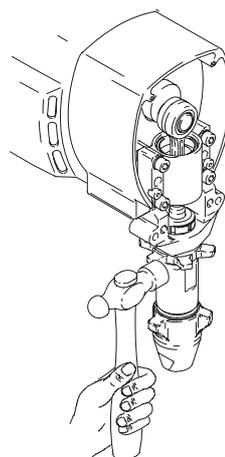

Fig. 26
- Fig. 26. Enrosque a fondo la contratuerca en la bomba. Enrosque la bomba en el alojamiento del cojinete hasta que haga tope con la contratuerca. Haga retroceder la bomba y la contratuerca para alinear la salida de la bomba con la parte posterior. Apriete a mano la contratuerca, y después golpee ligeramente con un martillo de 227 g (máximo) para girarla 1/8 a 1/4 de vuelta, a un par aproximado de 102 N.m.